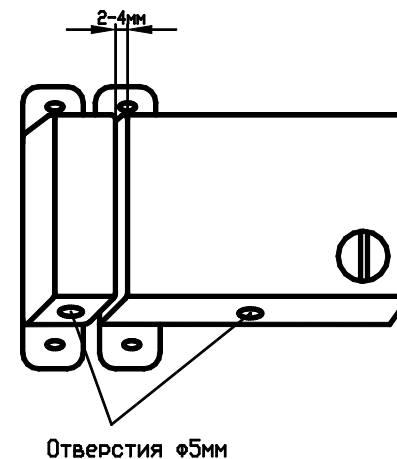

Рис.2
4.4. При установке защелки на ворота или калитки желательно защитить защелку от прямого попадания осадков. При невозможности обеспечить такую защиту необходимо, для предотвращения скапливания воды внутри защелки, просверлить в нижней стенке корпуса защелки и запорной планки отверстия диаметром 5 мм. (Рис.2).